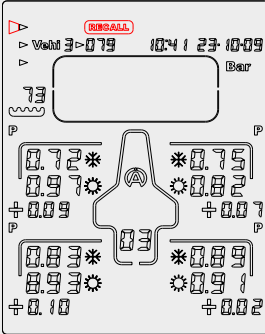

Figure 8
- 1) A l'aide des boutons , , , , , sélectionnez l'icône « **RECALL** » (figure 8)